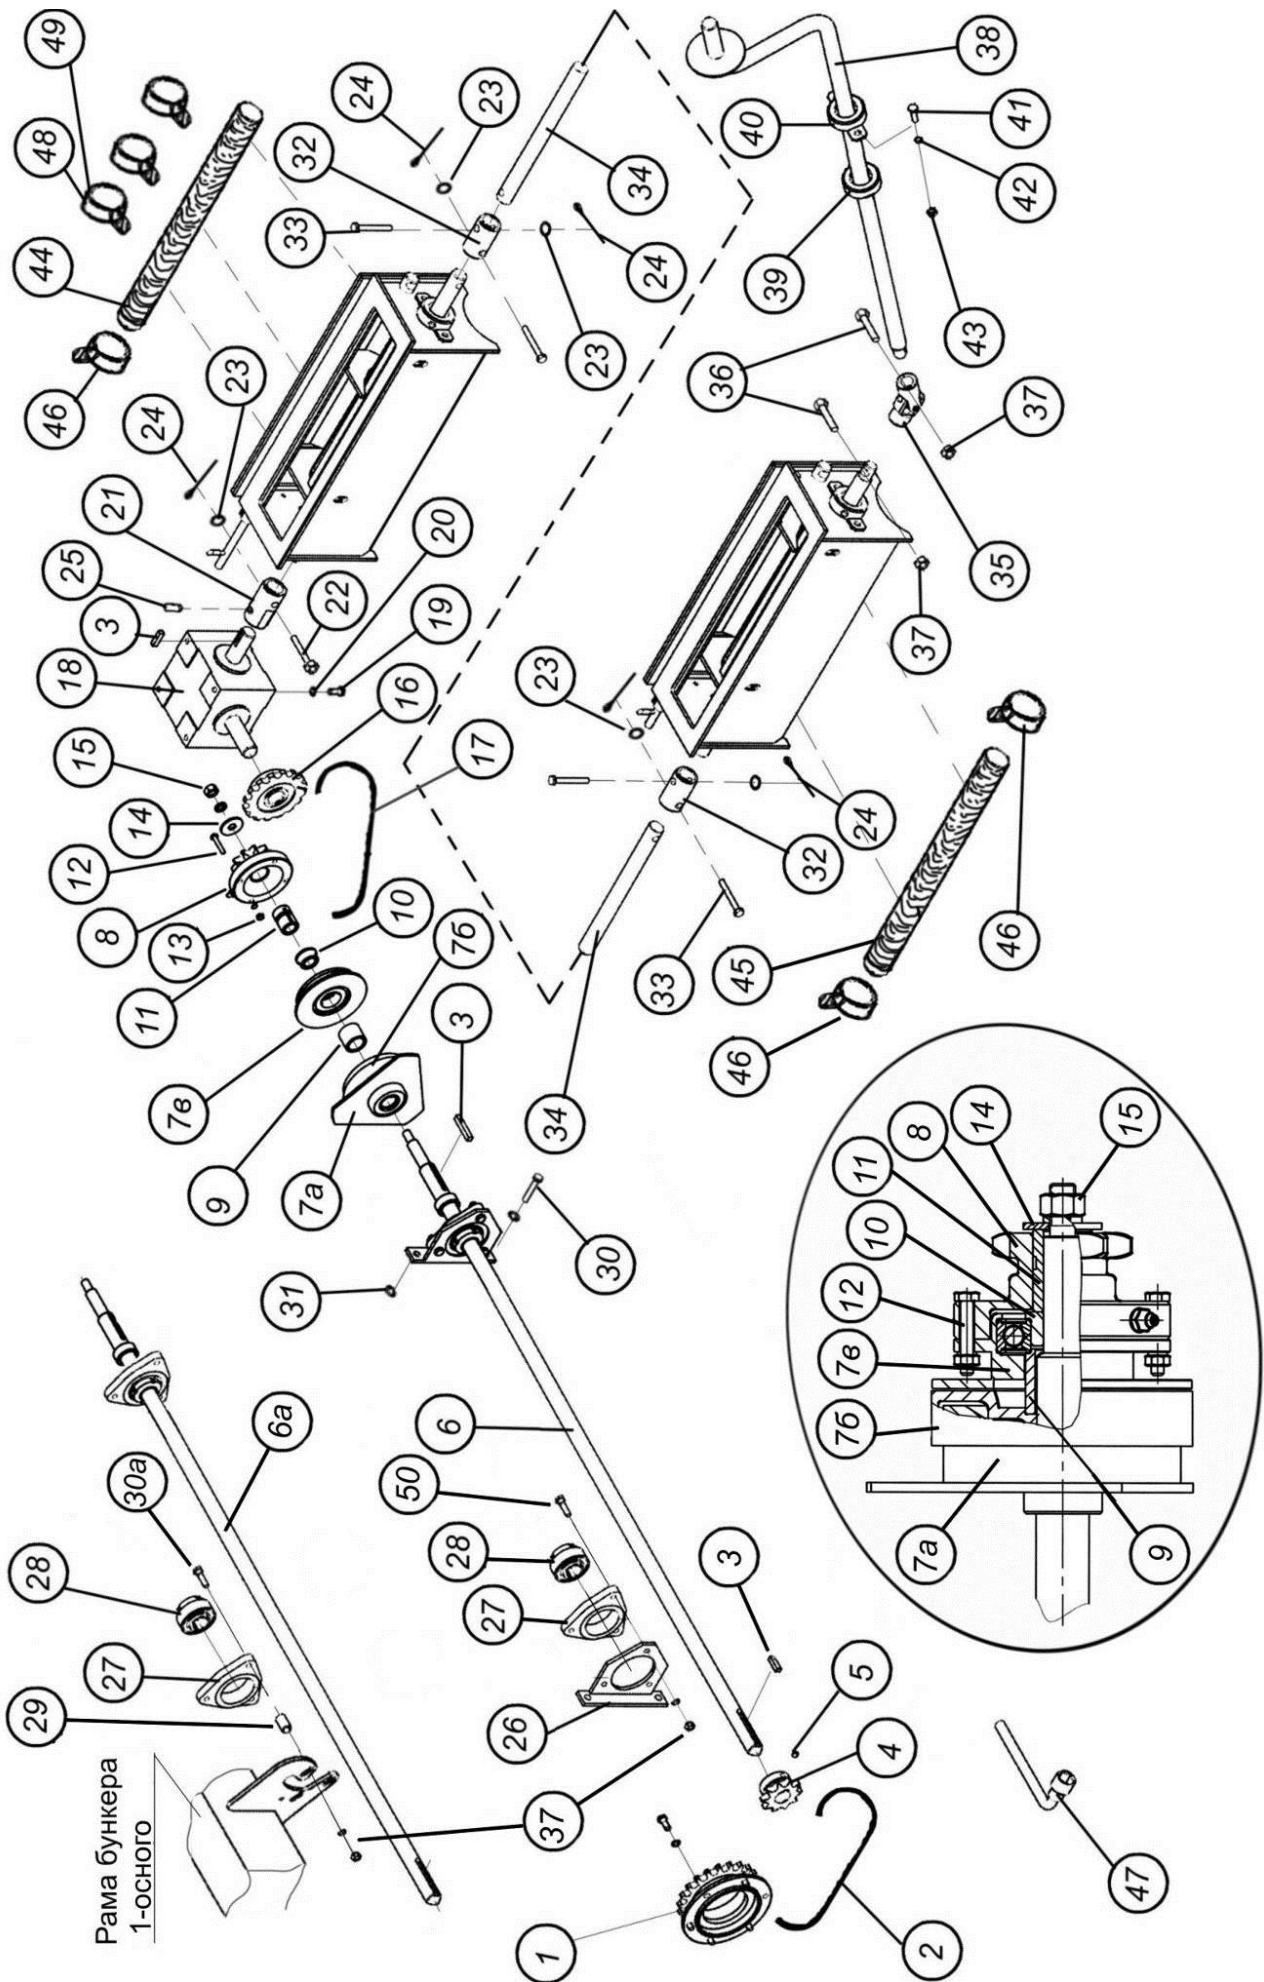

Рис. 7.2.9. Привод высевающего механизма.
7.2.9.1. Привод высевающего механизма (бункер 1-осный V=10м3) (рис. 7.2.9.1)